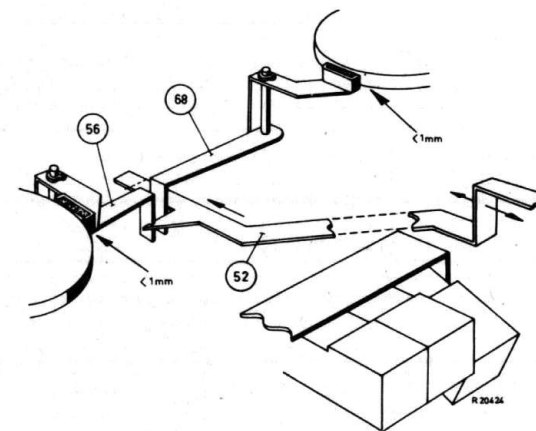

Fig. 13
N.B.: Ter voorkoming van lussen van de band zal éérst de linkerspoelschotel worden afgeremd door rem 56 en daarna de spoelschotel door de rechterrem 68. Dit is mogelijk doordat spoelbeugel 52 in een daarvoor bestemde inkeping in rembeugel 56 valt (fig. 13).